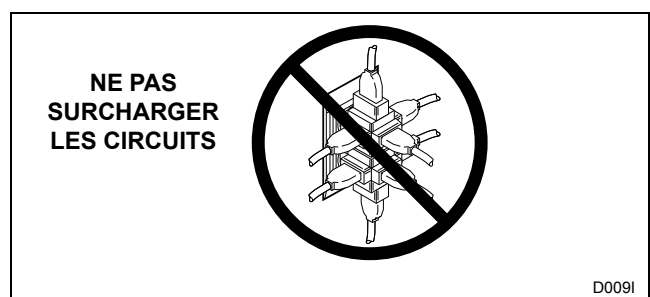

Figure 22
- NE PAS FAIRE FONCTIONNER D'AUTRES APPAREILS SUR LE MEME CIRCUIT LORSQUE CET APPAREIL EST EN MARCHE. NE PAS SURCHARGER LES CIRCUITS ! Se reporter à la *Figure 22*.